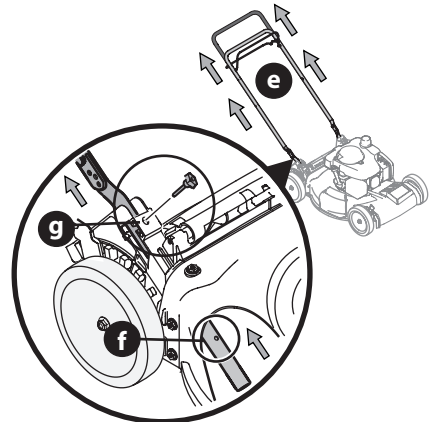

Figura 3
4. Tire de la manija (e) hacia arriba (Figura 3) hasta que los orificios de la manija inferior (f) queden alineados con los orificios de los soportes de la manija (g) (Figura 3 Recuadro, Corte Transversal de la Plataforma).